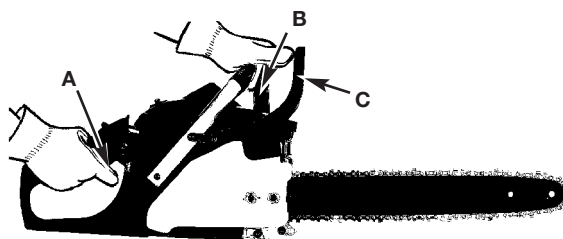

Fig. 42
3. Tenir fermement la poignée arrière (A) avec la main droite (Fig. 42).
4. Tenir fermement la poignée avant (B) [pas la manette de Chain Brake® (C)] de la main gauche (Fig. 42).
5. Appuyer sur la gâchette d'accélération jusqu'à la position 1/3 de gaz, puis déclencher immédiatement la manette de Chain Brake® (C) (Fig. 42).